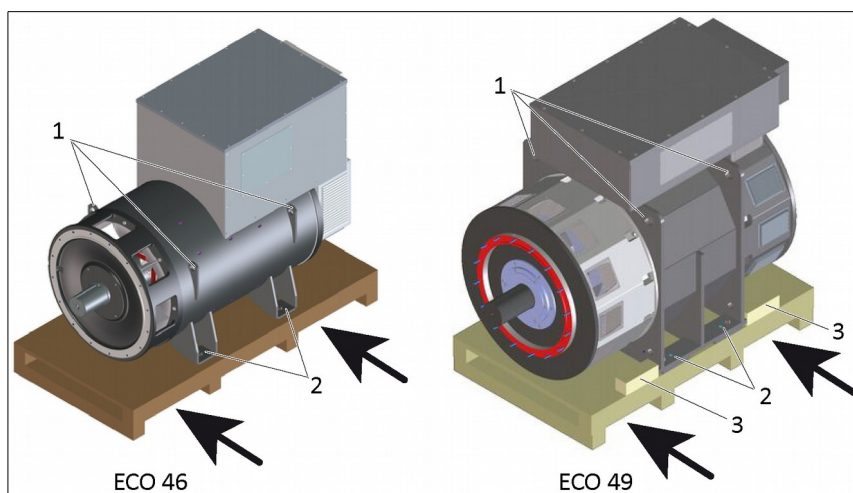
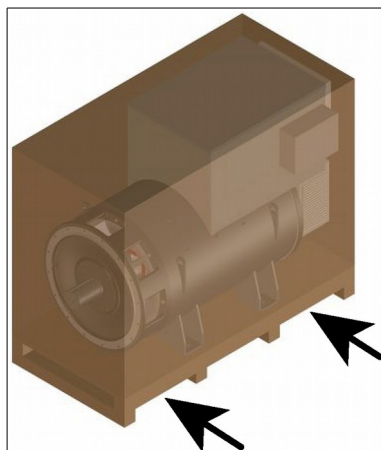

Рисунок 8- Транспортировка на стенде
Рисунок 9- Транспортировка на стенде, покрытом деревянным ящиком
- 1- На деревянном поддоне (Рисунок 8- )
- Генераторы крепятся к поддону с помощью винтов (2), и крепятся к загрузочной платформе транспортного средства с помощью тросов или лент, закрепленных в указанных 4 точках (1).
- Для моделей ECO 49 к поддону добавляются деревянные крепежные блоки (3).
- 2- На поддоне, накрытом деревянным ящиком в случае поставки морским путем (Рисунок 9- ).
→ Выполните перемещение в соответствии с тем, что показано на Рисунок 8- и Рисунок 9- .